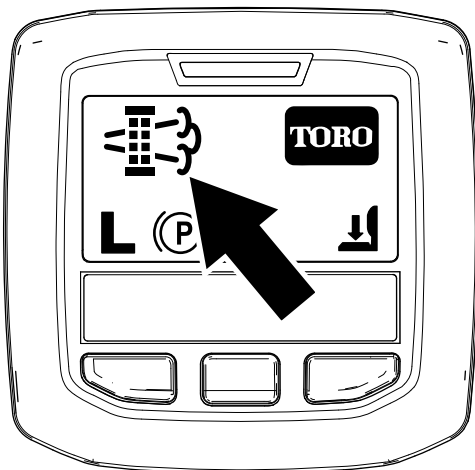

Figura 64
- Quando o computador do motor pede uma regeneração em estacionamento ou uma regeneração de recuperação, o ícone de pedido de regeneração (Figura 64) surge no InfoCenter.